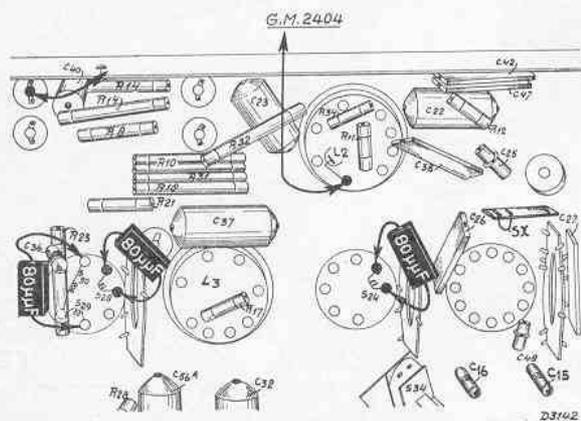

Fig. 3
3. Débrancher le réglage automatique du volume sonore en court-circuitant C40 (voir fig. 3).
6. Désaccorder le troisième circuit moyenne-fréquence en branchant un condensateur de 80 $\mu\mu\text{F}$ en parallèle avec S28 (fig. 3).
8. Désaccorder le quatrième circuit moyenne-fréquence en branchant un condensateur de 80 $\mu\mu\text{F}$ en parallèle à S29 + S30 (fig. 3).
10. Désaccorder le 1er circuit moyenne-fréquence en branchant un condensateur de 80 $\mu\mu\text{F}$ en parallèle avec S24 (fig. 3).
7. Brancher l'amplificateur apériodique GM 2404 à l'anode de L2 (voir fig. 3).
12. Régler C15 (fig. 3) sur la puissance de sortie maximum.